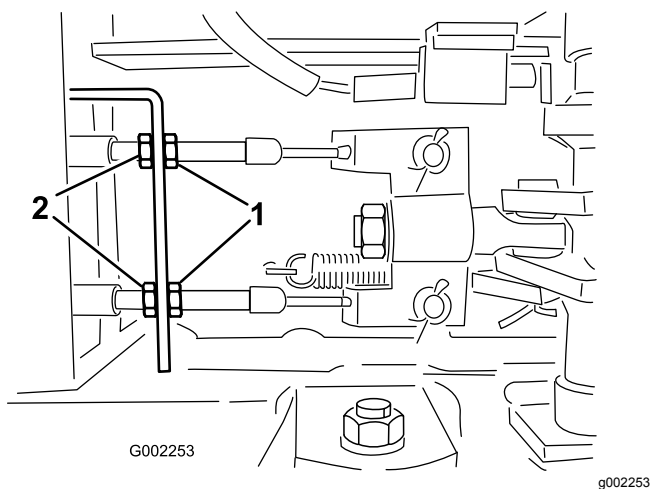

Figura 83
5. Afloje las tuercas delanteras de los cables de freno, debajo del extremo delantero de la máquina (Figura 83).
6. Apriete las tuercas traseras en la misma cantidad hasta que el pedal de freno recorra de 1 a 2 cm (1/2" a 1") antes de que se note resistencia (Figura 83).